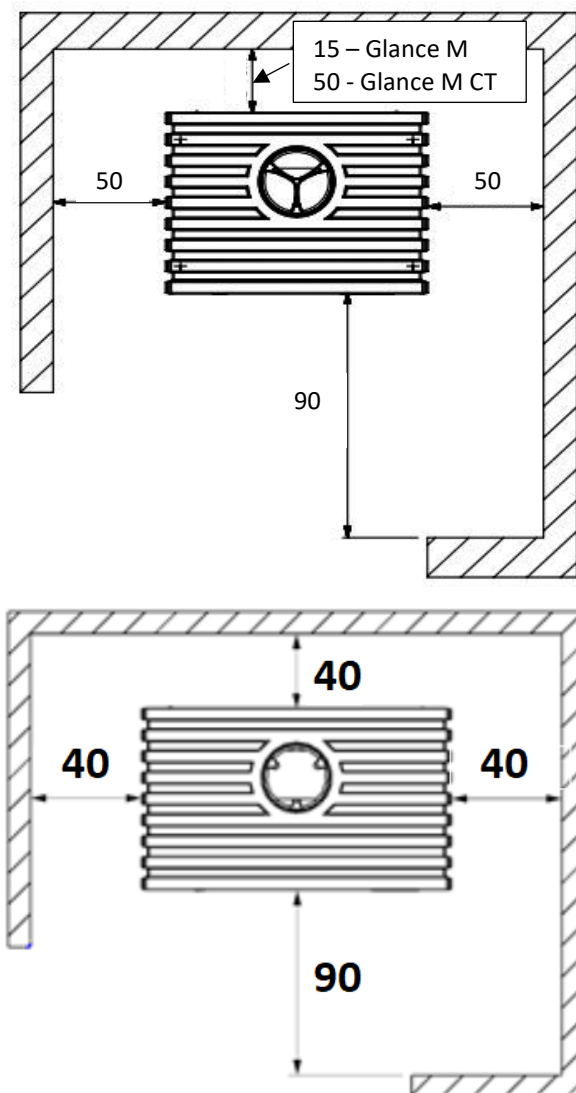

FIG. 7 - DISTANZE DI SICUREZZA (cm.)
- Lorsque vous installerez le poêle, tenez compte des distances de sécurité nécessaires du foyer et de la cheminée par rapport aux surfaces combustibles (parois de bois ou tapissées, sol en bois, etc.) Ces mêmes distances doivent être respectées lorsque le revêtement des parois ou des zones proches est susceptible de détérioration ou de déformation sous l'effet de la température (verniss, peintures, PVC, etc.). Fig. 7